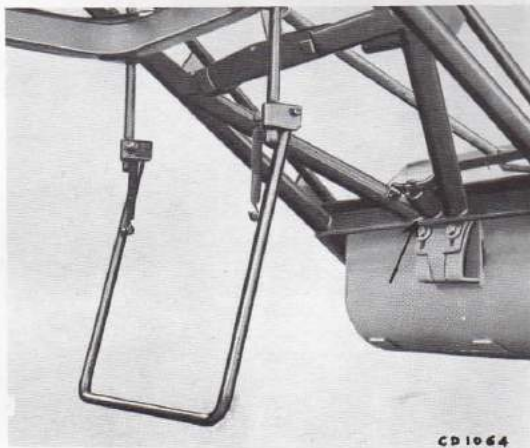

Fig. 28 - Point de graissage du verrou de déclenchement
- 1 graisseur du verrou de basculement (fig. 28).